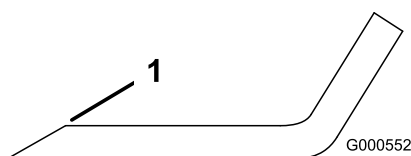

Figure 47
1. Au moyen d'une lime, aiguissez les tranchants à chaque bout de la lame (Figure 47).
Remarque: Si la lame est déséquilibrée, limez un peu l'extrémité de la partie relevée seulement (Figure 47).